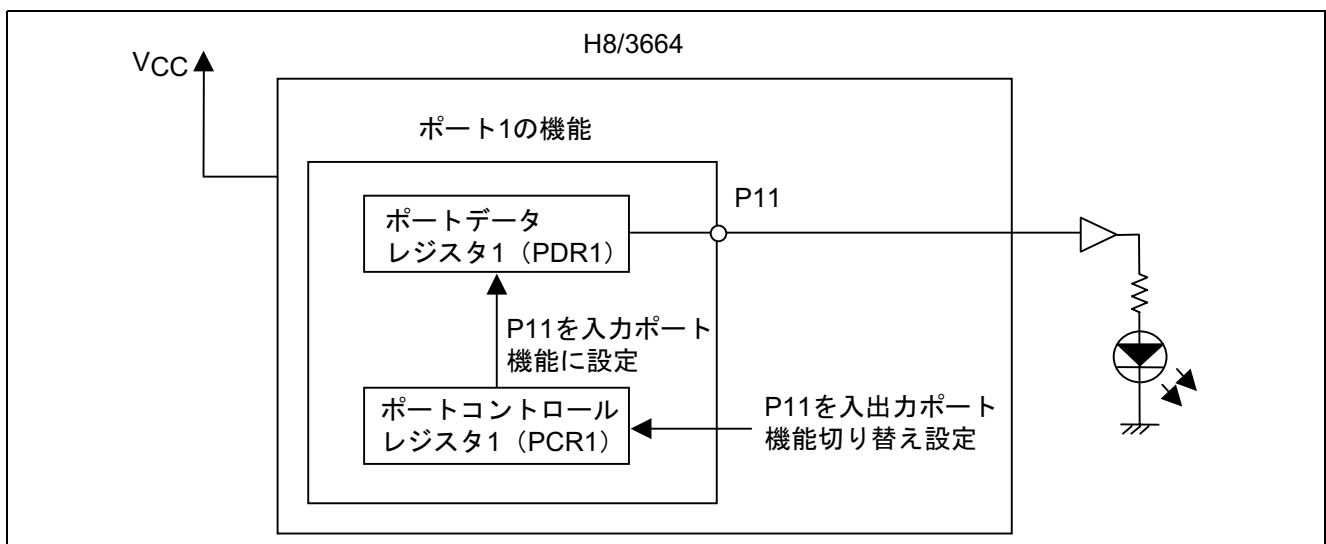

図 2 I/O 出力ブロック図
2.1 本タスク例では、P11 に LED を接続し、P11 の出力によって LED の点灯、消灯を行います。I/O 出力ポートのブロック図を図 2 に示します。以下に I/O 出力ポートのブロック図について説明します。